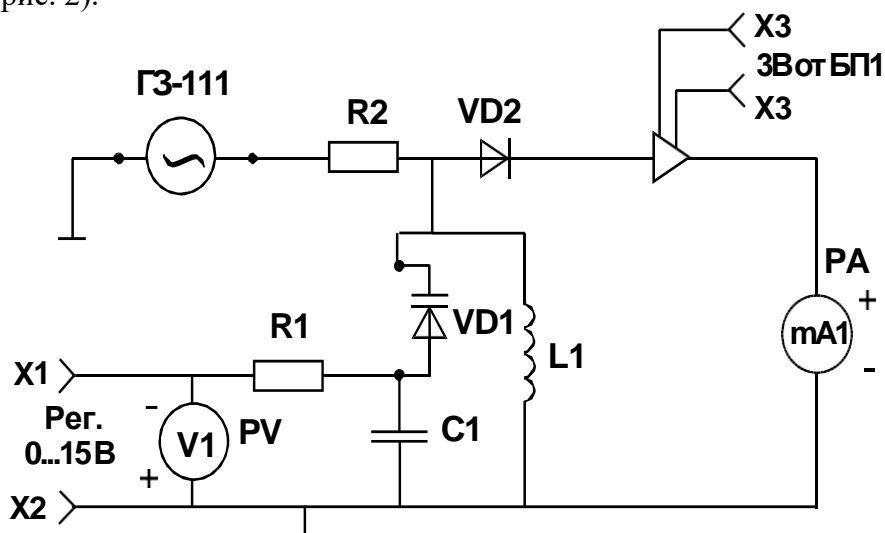

Рис. 2. Схема подключения варикапа
4.3. Для измерения вольт-фарадной характеристики установить исследуемый диод в гнезда схемы (рис. 2).